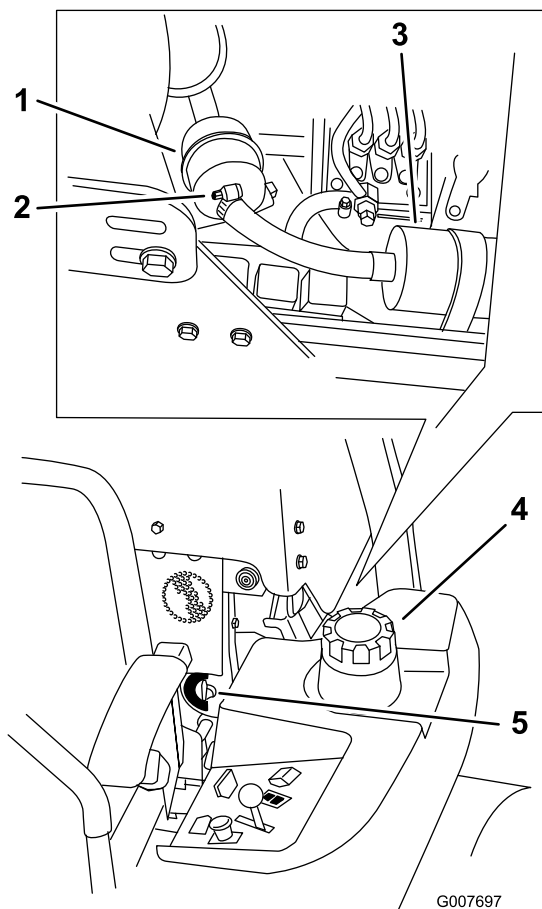

Figure 44
4. Fermez le robinet d'arrivée de carburant (Figure 44).
5. Desserrez les deux colliers de flexibles et débranchez les conduites d'alimentation du filtre à carburant (Figure 44).
6. Remplacez le filtre. Branchez les conduites d'alimentation au filtre à carburant et montez les deux collier de flexibles (Figure 44).